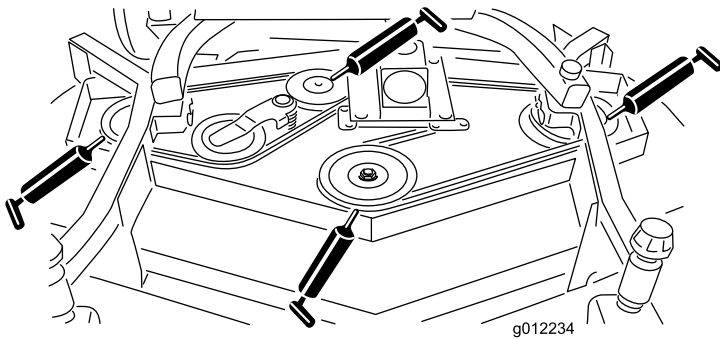

図 19
- ・ スピンドルのシャフトのベアリング (3ヶ所) (プーリの下) (図 19)
- ・ アイドラ・アームのシャフトのベアリング(図 19)